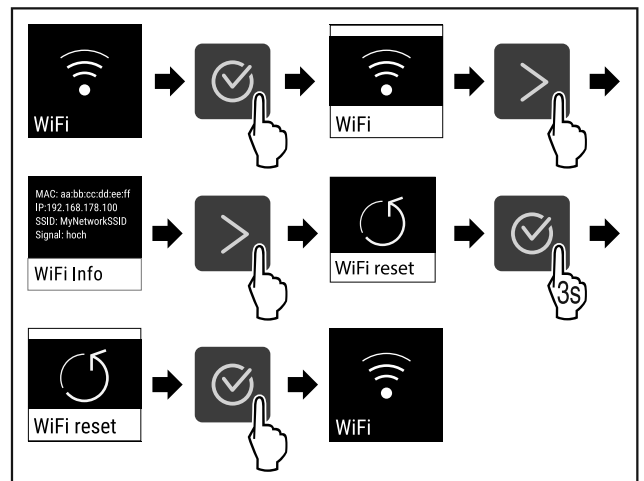

Fig. 77
- ▶ Følg anvisningene (se Fig. 77).